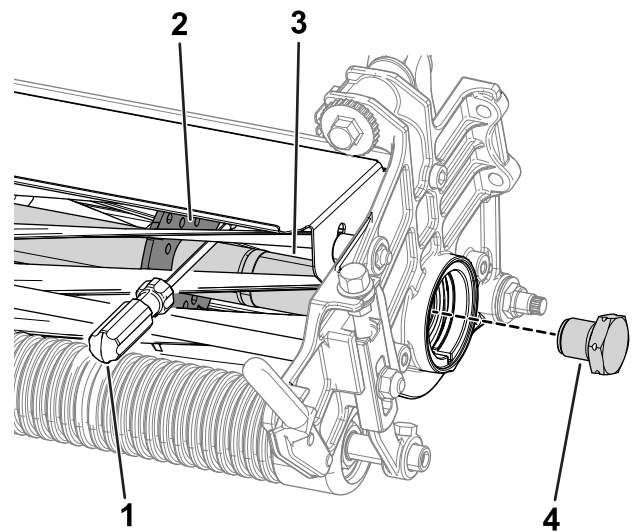

Figure 28
1. Insérez un levier à long manche ( $\frac{3}{8}$ " x 12" avec manche de tournevis recommandé) à l'avant du cylindre de coupe, du côté le plus proche de l'unité de coupe que vous allez serrer (Figure 28).
2. Placez le levier contre le côté soudé de la plaque de support du cylindre (Figure 28).